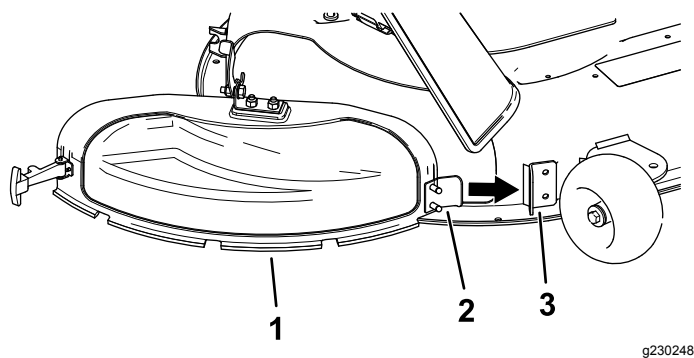

Figura 13
3. Inclinate la linguetta metallica presente sul coperchio dello scarico per inserirla nella fessura nella staffa saldata sul piatto di taglio (Figura 13).